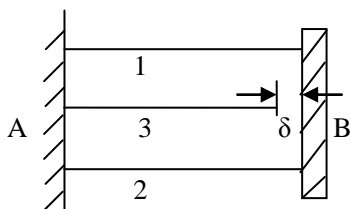

图 3
- 3 如图 3 所示, 一刚性构件 B 装在三根平行且兼具相等的钢杆上, 制作时中间的钢杆比设计长度少了 δ , 各杆的截面积相等为 A , 弹性模量相同 E , 杆长为 l , 试求安装后各杆的内力表达式。(7 分)